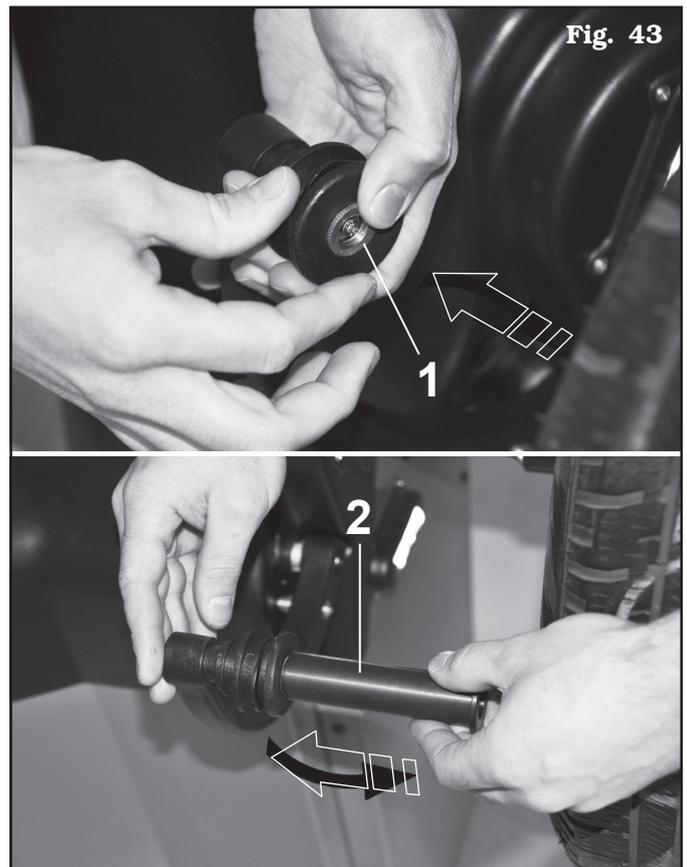

Fig. 43
Para montar el alargador (Fig. 43 ref. 2), introducir comprimiendo el abrazadera fileteada (Fig. 43 ref. 1) en el agujero predispuesto y luego atornillar el terminal de plástico (véase Fig. 43).